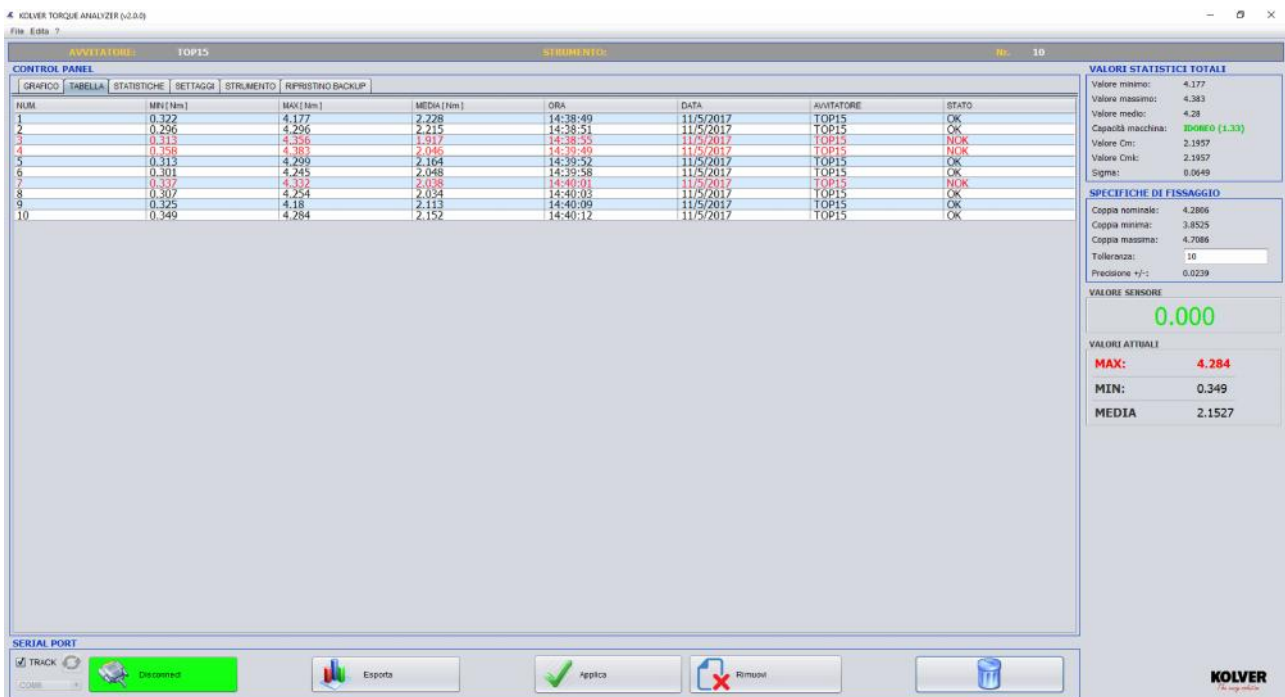

Fig.7 : Validazione di alcune misure di coppia.
- Range di Coppia:** Range di coppia che il segnale misurato dovrà rispettare al fine di risultare idoneo ai requisiti fissati (Fig.7).